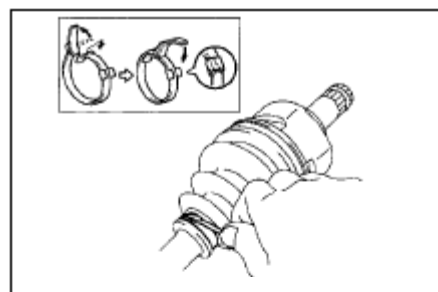

Рис. 142
34. Установите малый зажим чехла внутреннего соединения, воспользовавшись отверткой, как показано на рисунке.(рис. 142)